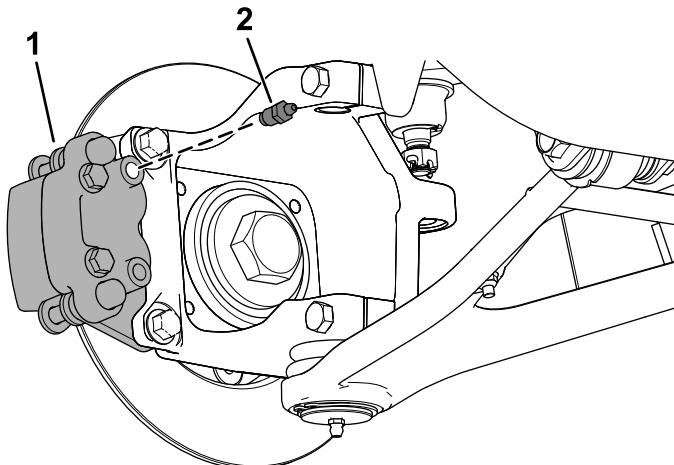

Рисунок 10
7. Установите продувочный винт в верхнее отверстие суппорта тормоза в сборе (Рисунок 10).